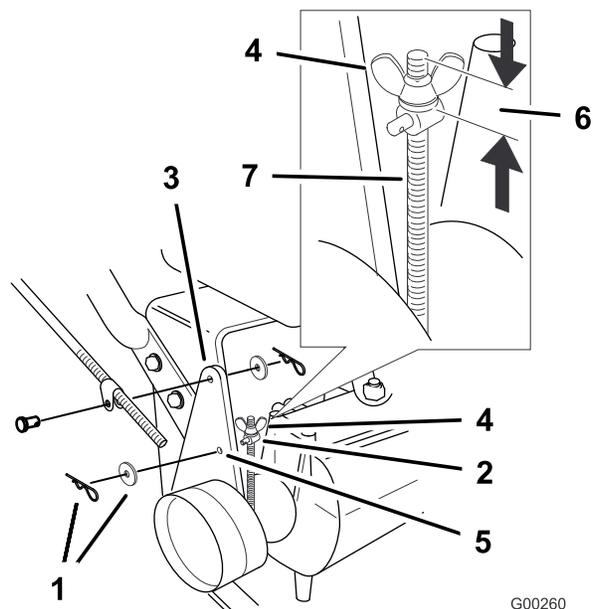

Figure 41
**Remarque:** Pour le réglage initial, ajustez l'écrou à oreilles jusqu'à ce qu'il soit à 3,2 cm du haut de la tige (Figure 41).
6. Pour régler le frein, enlevez la goupille fendue et la rondelle du levier et du tourillon (Figure 41).
9. Placez le tourillon dans le trou F (Figure 41). Serrez l'écrou à oreilles.
10. Fixez le tourillon au levier de frein à l'aide de la rondelle et de la goupille fendue (Figure 41).